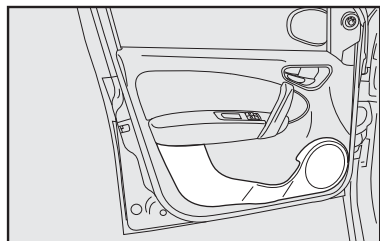

fig. 77
- En los paneles de las puertas **fig. 77**;